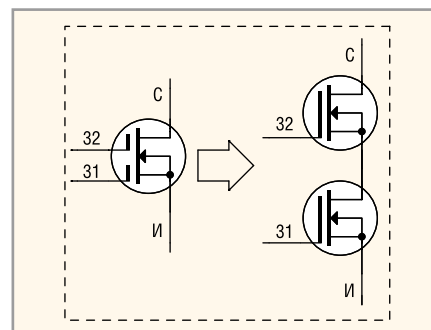

Рис. 3. Схема замещения двухзатворного транзистора двумя однозатворными
Двухзатворный транзистор можно представить в виде двух транзисторов в касковом включении (см. рис. 3). Управляющим является первый затвор (31). Второй затвор (32)